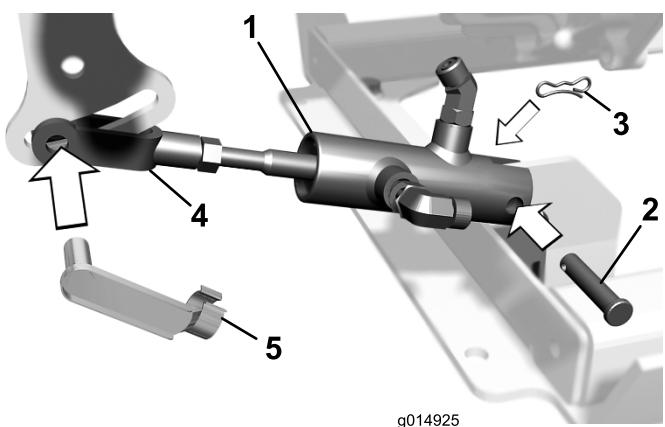

図 5
8. 油圧シリンダを、シリンダ取り付けプレートに取り付ける；クレビス・ピンとロッキング・コッター・ピンを使用する（図 5）。
9. 油圧シリンダのヨークを、トラクション・リンクのスロットに嵌めてスプリング・クレビス・ピンで固定する（図 5）。